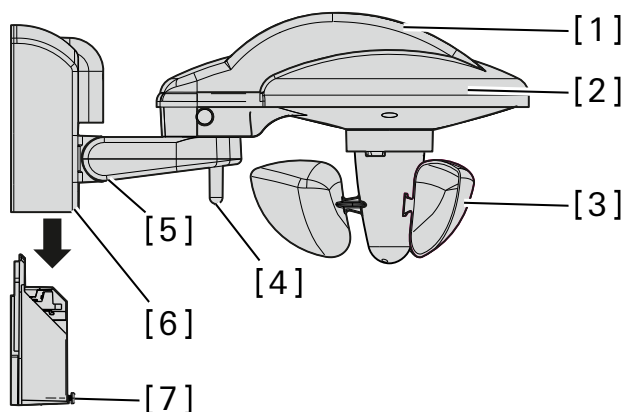

Рис. 1: Датчики
Датчики Рис. 1
1. Не монтировать анемометр Рис. 1 с подветренной стороны.